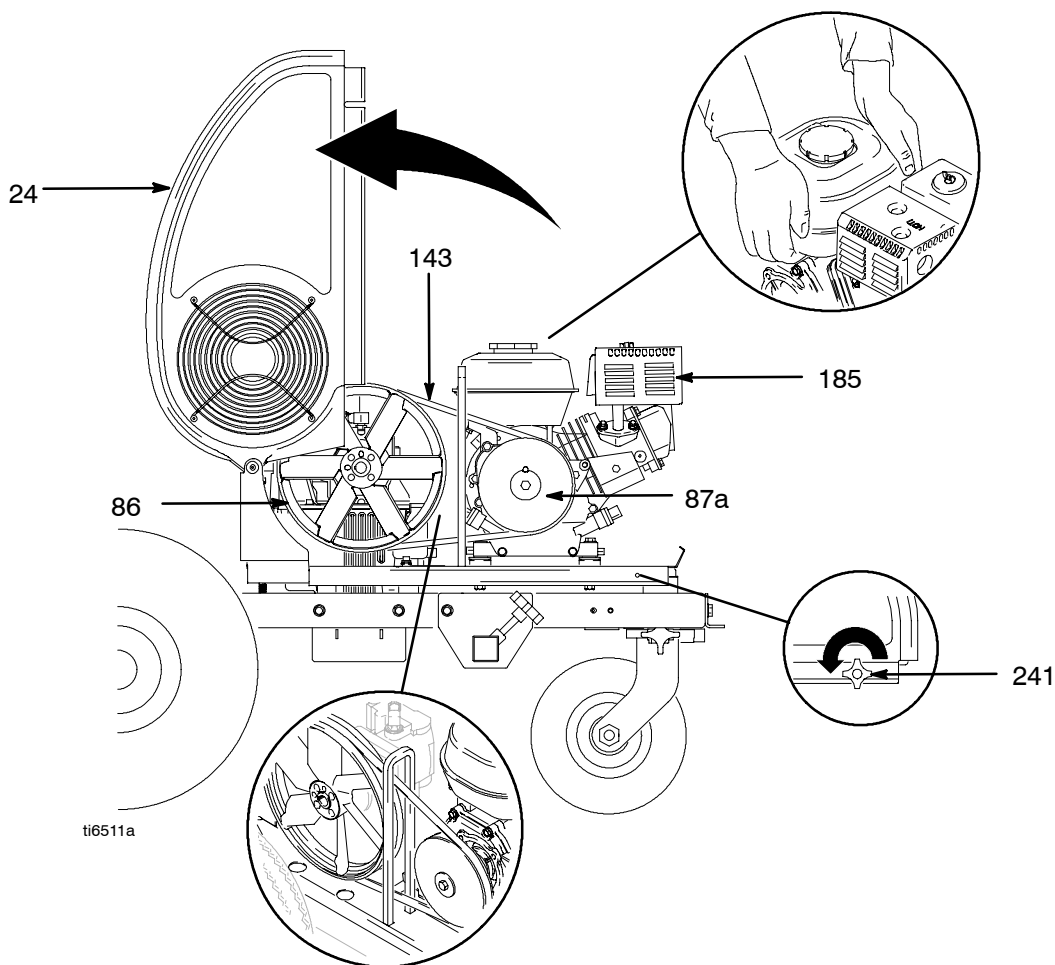

Fig. 5
2. Fig. 5. Desaperte o botão da protecção da correia (241).
3. Rode a protecção da correia (24) para cima.
4. Eleve o motor (185) para eliminar a tensão da correia (143).
5. Retire a correia da polia da ventoinha (86) e a polia (87a).